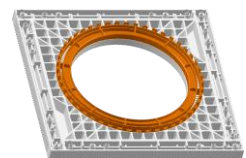

Fig 2
- Genom att använda medföljande 12 mm distansring, se Fig 2.